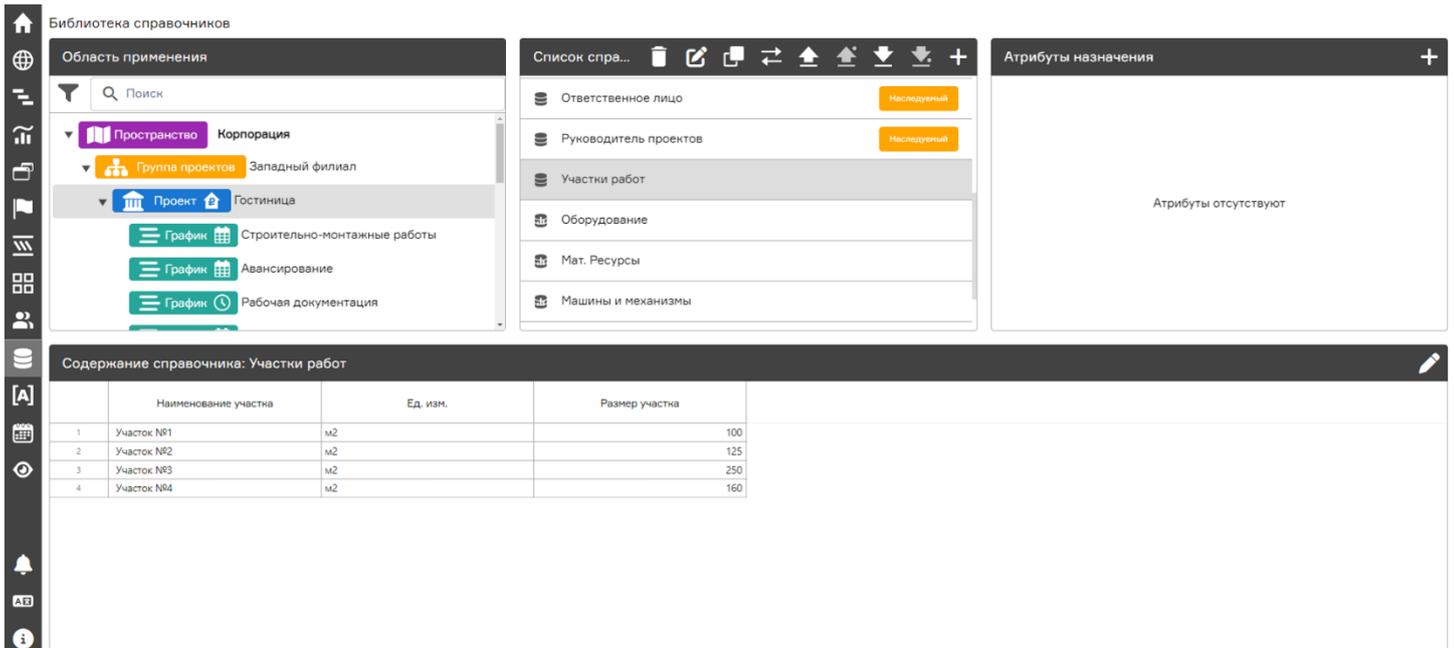

Рисунок 71 - Пример заполненного справочника
Для создания атрибута типа «Параметрический список» необходимо в разделе «Атрибуты работ» (1) перейти на вкладку «Списки» (2) на панели навигации нажать на кнопку «Добавить» (3). В открывшемся окне «Добавить новый атрибут» ввести название создаваемого списка (4), выбрать тип справочника списка «Параметрический» (5), выбрать справочник (6) (см. Рисунок 71 - Пример заполненного справочника), далее выбрать связанные атрибуты справочника:
- поле «Выберите атрибут» (7) указывает на наименование участка (участок, пикет, захватка), для создания параметрического списка может быть использован только атрибут справочника с типом данных – строка;
- поле «Размер» (8) указывает на размер выбранного участка, для создания параметрического списка может быть использован только атрибут справочника с типом данных – число;
- поле «Ед. изм.» (9) указывает на наименование единицы измерения выбранного участка, для создания параметрического списка может быть использован только атрибут справочника с типом данных – строка.